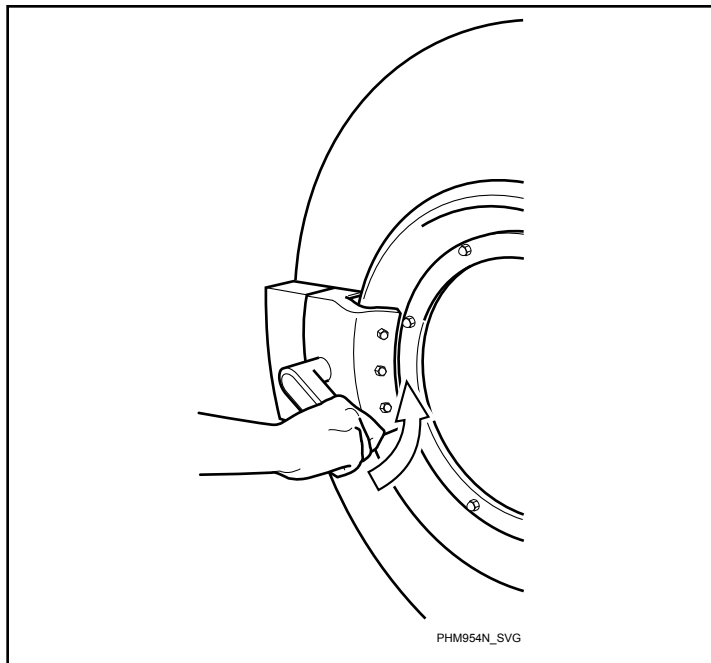

Figura 34
4. Chiudere il portello girando la maniglia in senso antiorario. Vedere *Figura 34*.